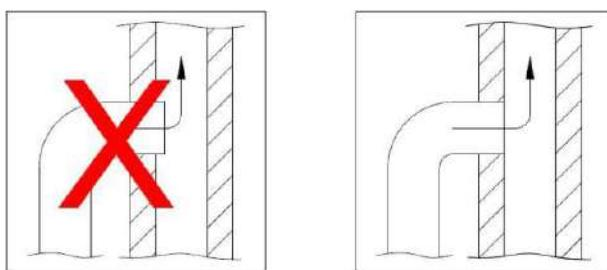

Figura 4
5. Al conectar la estufa a la chimenea, inserte la tubería de desagüe en la misma y fíjela a la abertura en el interior de la chimenea. El tubo de humos no debe pasar por la abertura de la chimenea en sí y debe estar rasante en el interior del tubo de la chimenea. Como se muestra en la figura 4, la conexión entre la mampostería y el tubo de humos debe sellarse con materiales o listones ignífugos.